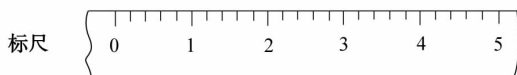

图 1-1-7
7. 某学生用托盘天平称量一个小烧杯的质量,称量前把游码放在标尺的零刻度处,天平静止时发现指针在分度盘的偏右位置,此时左边的托盘将\_\_\_\_\_ (填“高于”或“低于”)右边的托盘。欲使天平平衡,所进行的操作应为\_\_\_\_\_。假定最终称得小烧杯的质量为\_\_\_\_\_ (填“32.6 g”或“32.61 g”),请用“↓”表示在托盘上放上砝码,“↑”表示从托盘上取下砝码的称量过程,并在标尺上画出游码位置(画“”表示)(见图 1-1-7)。